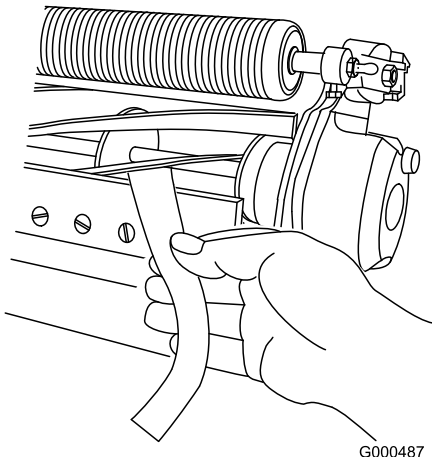

图11
- B. 在滚刀与底刀之间插入一长条剪切性能纸纸要与底刀垂直 图11 然后 **缓慢** 向前旋转滚刀此操作应能切断性能纸如果不能请重复步骤 **A** 和 **B** 直至切断为止。
11. 在滚刀与底刀之间插入一长条剪切性能纸Toro 零件号 125-5610 纸要与底刀垂直 图11 然后缓慢向前旋转滚刀此操作应能切断性能纸如果不能将每个底刀架调节螺栓都顺时针旋转 1 格直至切断为止。